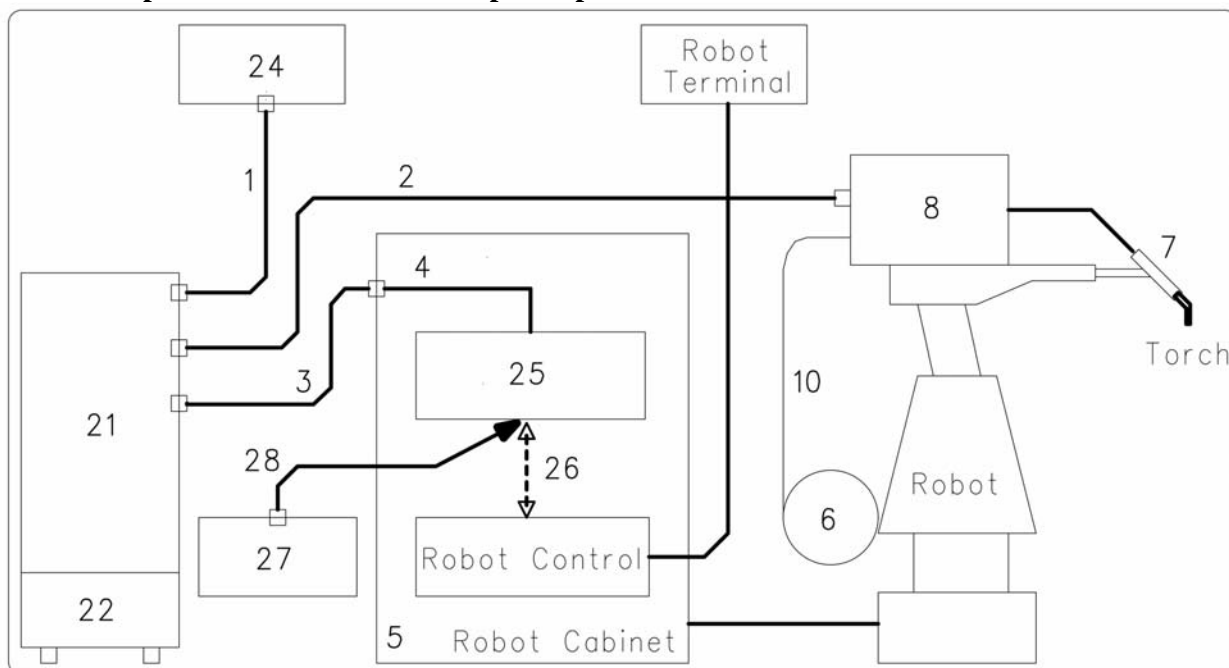

fig. 2
Sono composti essenzialmente dalle apparecchiature illustrate nell'esempio di fig. 2.
- Togliere il Simulatore Robot dall'imballo e collocarlo nell'alloggiamento previsto per il comando del Sistema di Saldatura, considerando la lunghezza della prolunga di collegamento (28) (4 m).
- Se non già fatto in precedenza, scollegare ogni collegamento fra Interfaccia Robot e Controllo Robot (collegamento (26) in fig. 2).
- Collegare il Simulatore Robot (27) all'Interfaccia Robot (25) ed alla sorgente di alimentazione esterna, utilizzando esclusivamente l'apposita prolunga (28) inclusa nella fornitura del Simulatore Robot.